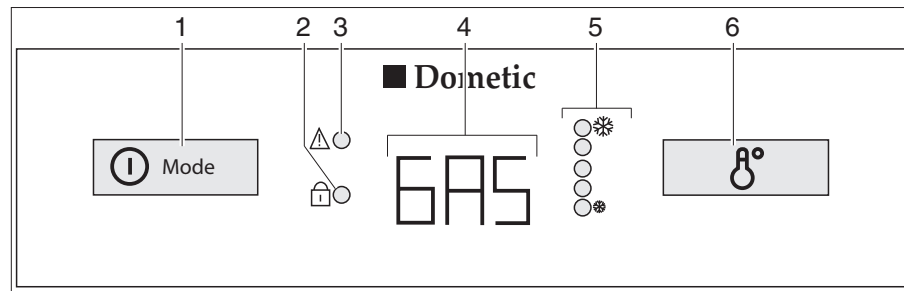

Fig. 324 Boutons de commande pour le réfrigérateur (Dometic Série 8 avec AES)
En cas de dysfonctionnement, l'indicateur DEL de dysfonctionnement "⚠" (Fig. 324,3) clignote.
Lorsque l'alimentation 230 V n'est **pas** branchée et le moteur du véhicule est à **l'arrêt**, le AES choisira automatiquement l'alimentation en gaz. Dès que le fonctionnement au gaz est activé, la veilleuse de sécurité s'ouvre automatiquement, de sorte que le gaz peut arriver au brûleur. En même temps, l'allumage électronique est connecté. Si la flamme s'éteint, p. ex. en raison d'un courant d'air, l'allumage s'active automatiquement et rallume le gaz. En cas de dysfonctionnement du régime au gaz, le texte "GAS" clignote dans le voyant de contrôle (Fig. 324,4).
Lorsque le réfrigérateur est mis en marche, il choisit automatiquement la température moyenne du thermostat. Ce réglage peut cependant être corrigé manuellement à l'aide d'interrupteur réglage de la température (Fig. 324,6). Les indicateurs DEL (Fig. 324,5) indiquent le réglage du thermostat sélectionné. La température de réfrigération de tous les trois types d'énergie est réglée par le même interrupteur. Il faudra attendre quelques heures jusqu'à ce que le réfrigérateur ait atteint sa température normale de réfrigération. Il garde toutefois son réglage de température lorsqu'on change d'un mode à un autre. La température de réfrigération est maintenue indépendamment du type d'énergie choisi.
- Appuyer sur le commutateur/sélecteur de source d'énergie (Fig. 324,1) pendant 2 secondes pour mettre l'appareil en marche. Le dernier mode de fonctionnement sélectionné est indiqué dans le voyant de contrôle (Fig. 324,4).
- Choisir le type d'énergie à l'aide du commutateur/sélecteur de source d'énergie (Fig. 324,1).
- Régler la température de refroidissement sur l'interrupteur de réglage de la température (Fig. 324,6). Les indicateurs DEL (Fig. 324,5) indiquent le réglage du thermostat sélectionné.
- Appuyer pendant 2 secondes sur le commutateur/sélecteur de source d'énergie (Fig. 324,1). Tous les indicateurs s'éteignent.